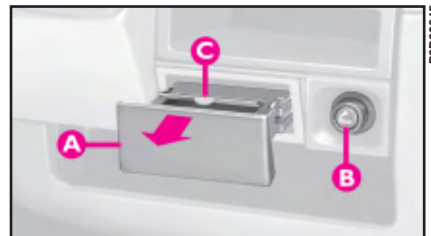

fig. 63
**1)** trek de asbak voor gebruik naar buiten **A-fig. 63**.